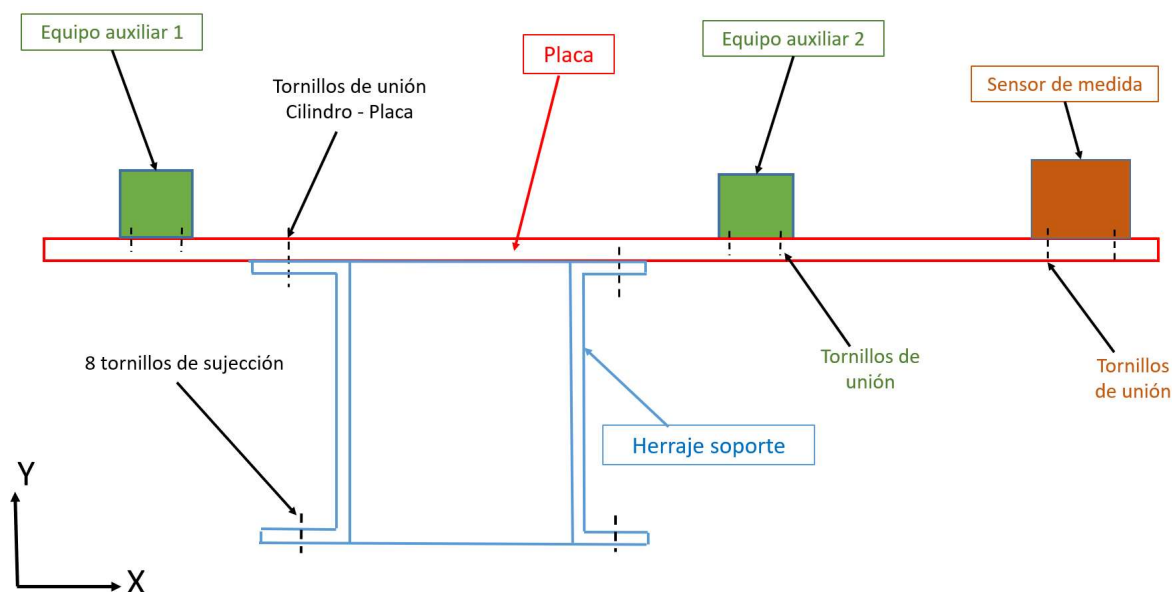

Figura 1
- La pestaña superior se usa para la unión entre el herraje y una placa (ver Figura 1).